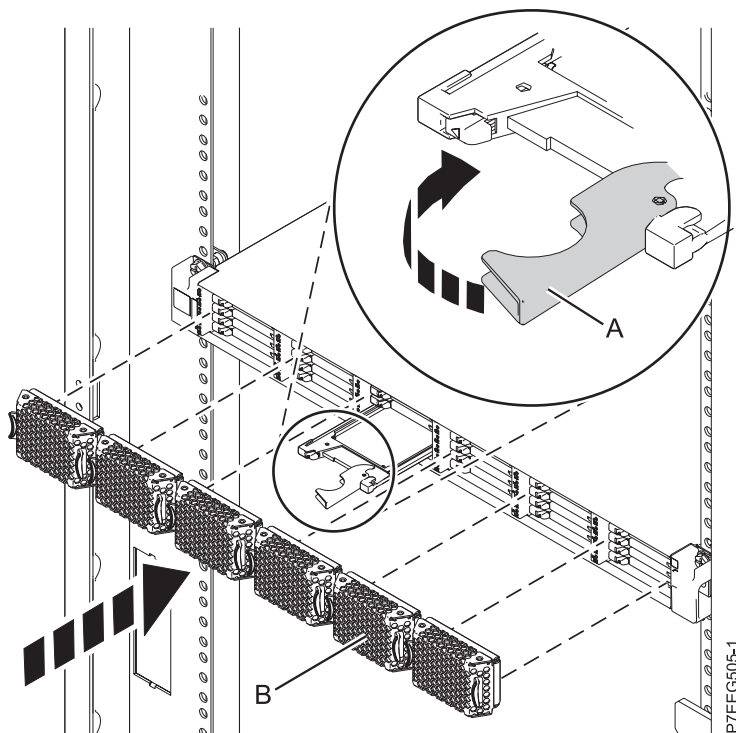

Figura 13. Instalación de una unidad de estado sólido en Alojamiento de almacenamiento PCIe de EDR1
1. Con el asa en la posición de desbloqueo, alinee la unidad de estado sólido con los rieles de guía del alojamiento. Consulte Figura 13 en la página 24.